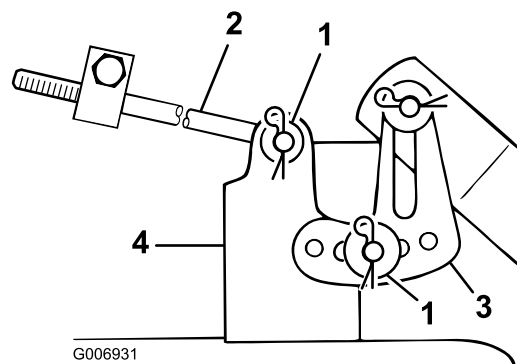

Figura 40
9. Togliete la coppiglia a forcina e la rondella dall'estremità dell'asta lunga (Figura 40). Sfilate l'asta dall'attacco del tosaerba.
10. Togliete la coppiglia e la rondella dalla staffa di livellamento del tosaerba (Figura 40). Estraete la staffa dal perno di montaggio. Rimontate la rondella e la coppiglia per non perderle.